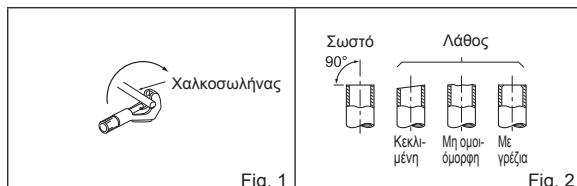

Fig. 1
- 1) Κόψτε σωστά το σωλήνα με ένα κόφτη σωλήνα. (Fig. 1, 2)